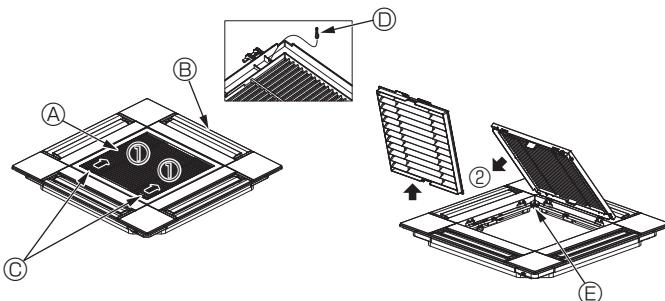

Fig. 10-3
10.2.1. Extracción de la rejilla de admisión (Fig. 10-3)
- Deslice las palancas en la dirección indicada con la flecha ① para abrir la rejilla de admisión.
- Con la rejilla de admisión en posición "abierta", retire la bisagra de la rejilla de admisión de la rejilla tal y como se indica con la flecha ②.
- (A) Rejilla de admisión